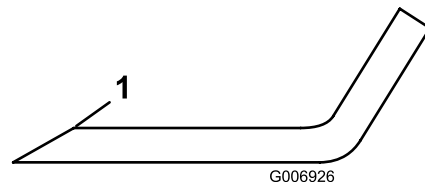

Figure 18
5. Examinez les tranchants de toutes les lames. aiguissez-les s'ils sont émoussés ou ébréchés. N'aiguissez que le haut du tranchant et conservez l'angle de coupe d'origine pour obtenir une coupe nette (**Figure 18**).
6. Si elles sont émoussées ou ébréchées, n'affûtez que le haut du tranchant et conservez l'angle de coupe d'origine (**Figure 18**).